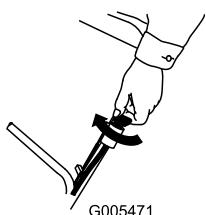
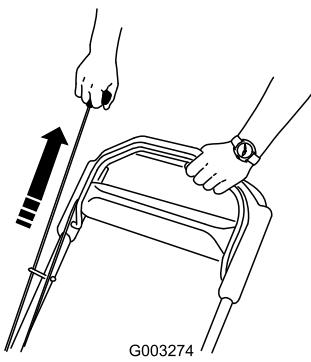

Figura 14
Figura 15
2. Gire la llave de contacto (modelo 20796 solamente) (Figura 14) o tire del arrancador de retroceso (Figura 15).